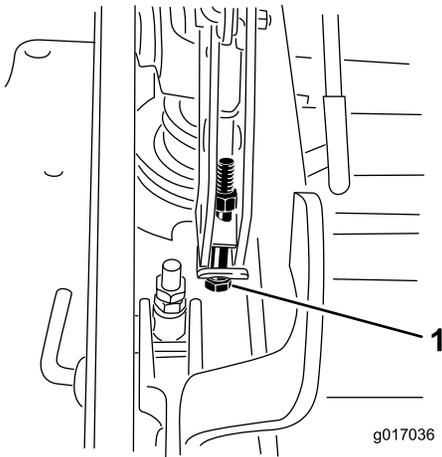

Figura 89
13. Si la carcasa está demasiado baja, apriete el perno del ajuste de un solo punto girándolo en sentido horario. Si la carcasa está demasiado alta, afloje el perno del ajuste de un solo punto girándolo en sentido antihorario (Figura 89).